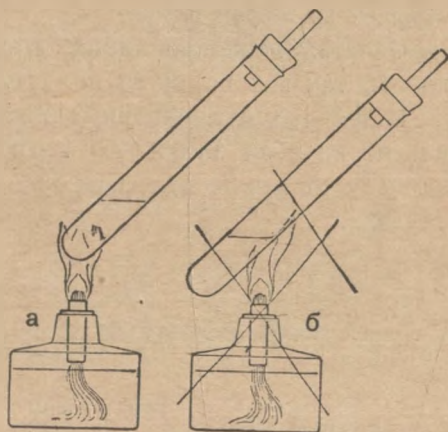

Рис. 8. Кипячение воды в пробирке. а — пробирка нагревается правильно, б — неправильно.
**Задача 6.** Если в школе есть бром — посмотрите на приготовленные преподавателем две склянки. В одной на дне немного брома, в другой — немного воды. Что находится над поверхностью жидкости в одной и в другой склянке? Не открывайте склянки с бромом и не трогайте ее. Бром очень ядовитое вещество (7).
Пробирку с жидкостью можно нагревать только в тех местах, где есть жидкость, как на рис. 8а, а не выше уровня жидкости. Если нагревать выше уровня жидкости, то стекло сильно накаливается и от попавших на него брызг жидкости легко может лопнуть. Почему стекло не может сильно накалиться там, где оно соприкасается с налитой в пробирку жидкостью? (8).